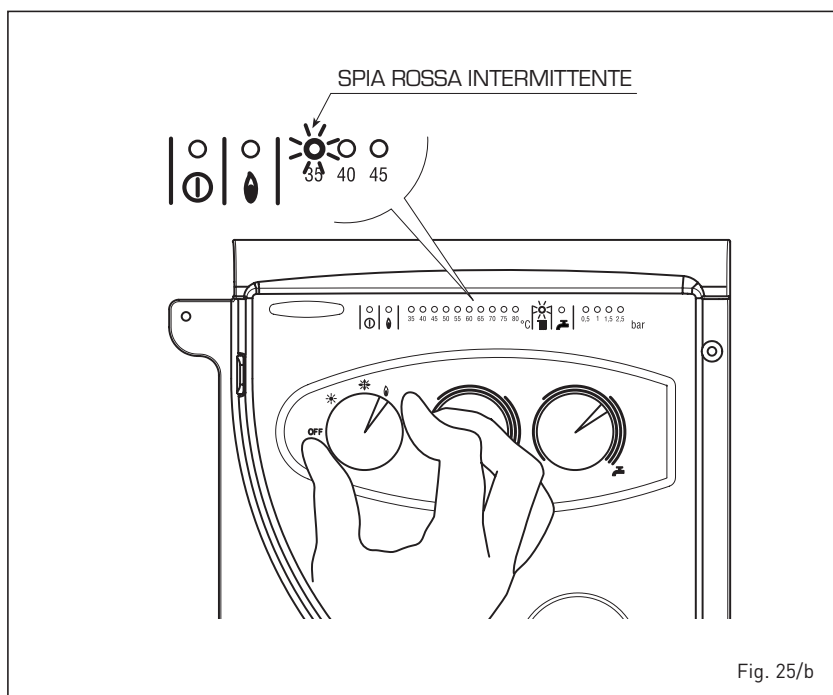

Fig. 25/b
- **Altre anomalie** (fig. 25/c)